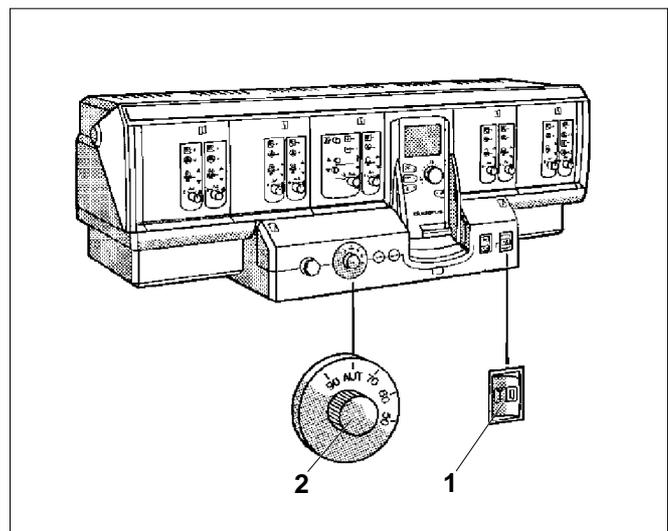

Fig. 1 Sistema di regolazione Logamatic 4000
- 1 Portare l'interruttore di funzionamento (Fig. 1, **Pos. 1**) in posizione "I" (ON).
- 1 Portare il regolatore di temperatura dell'acqua di caldaia (Fig. 1, **Pos. 2**) in posizione "AUT".
Legenda Fig. 1
- 1 Portare l'interruttore di esercizio (Fig. 1, **Pos. 1**) in posizione "0" (OFF).
- 1 Dopo circa 3 secondi, portare l'interruttore di esercizio (Fig. 1, **Pos. 1**) in posizione "I" (ON).